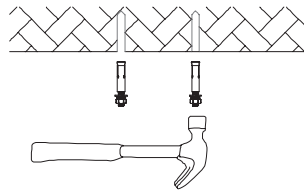

Figure 2-1
2. Use a hammer to put the expansion screws into the holes (Figure 2-1).
2. Utilisez un marteau pour enfoncer les vis d'expansion dans les trous (Figure 2-1).